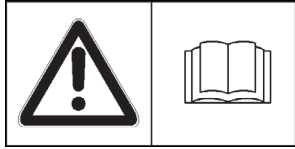

**Abb. 3**
Diagnosestecker auf den Steckplatz X20 der Steuerung A1 stecken (Abb. 3/1).
2. Auf dem Bedienfeld mit dem Dreh-Drücksteller (DDS)(Abb. 3/2) den Pfeil-Softkey (Abb. 3/3) anwählen und drücken, um ins Untermenü zu gelangen.
3. Im Untermenü das Konfigurationsmenü anwählen (Abb. 3/4).
4. Im Konfigurationsmenü oben (Abb. 3/5) den 4-stelligen Code einstellen:
Im Konfigurationsmenü unten (Abb. 3/6) den Wert der Option einstellen und durch Drücken des DDS speichern. Nach Bestätigung der letzten Ziffer erscheint ein OK?. Um Wert zu speichern, nochmals DDS drücken. Gespeicherter Wert wird grün dargestellt. Soll der Wert nicht gespeichert werden, Menü mit Rücksprungtaste (Abb. 3/7) verlassen.